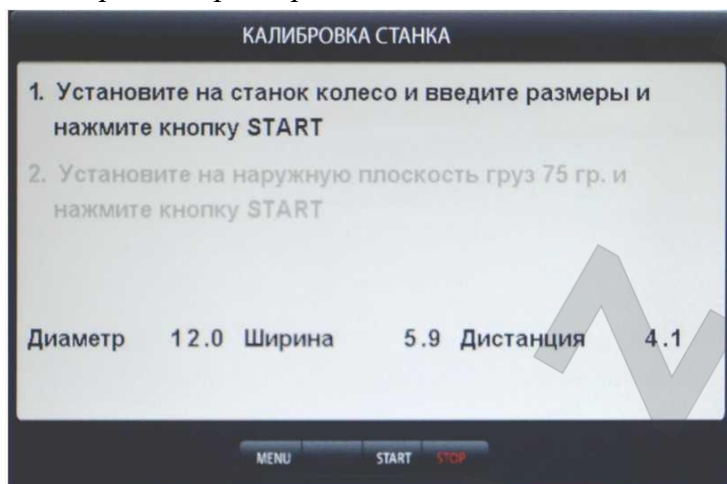

рис.19.1
20.2. Нажмите кнопку «MENU», в открывшемся окне MENU выберите пункт 1. «Калибровка станка», нажав кнопку 1 в верхнем ряду клавиатуры. Откроется окно КАЛИБРОВКА СТАНКА (рис.19.1).
20.5. Запустите СБ, нажав кнопку «START». После первого цикла в окне рис.19.1 высветится второй пункт «Установите на наружную плоскость груз 75 г и